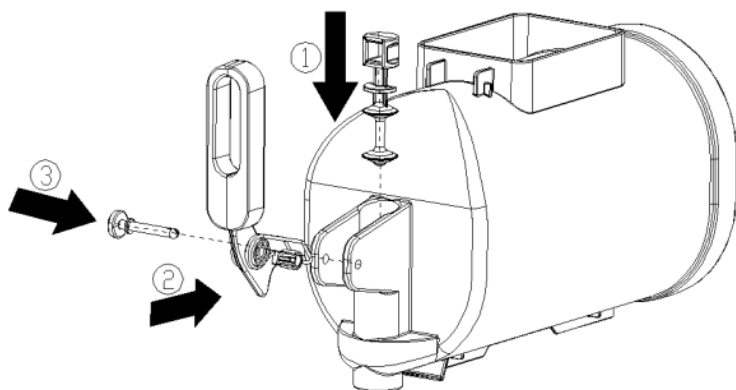

Fig.15
3. Saml udløbshanen i den omvendte rækkefølge af adskillelsen (som vist i fig. 15).